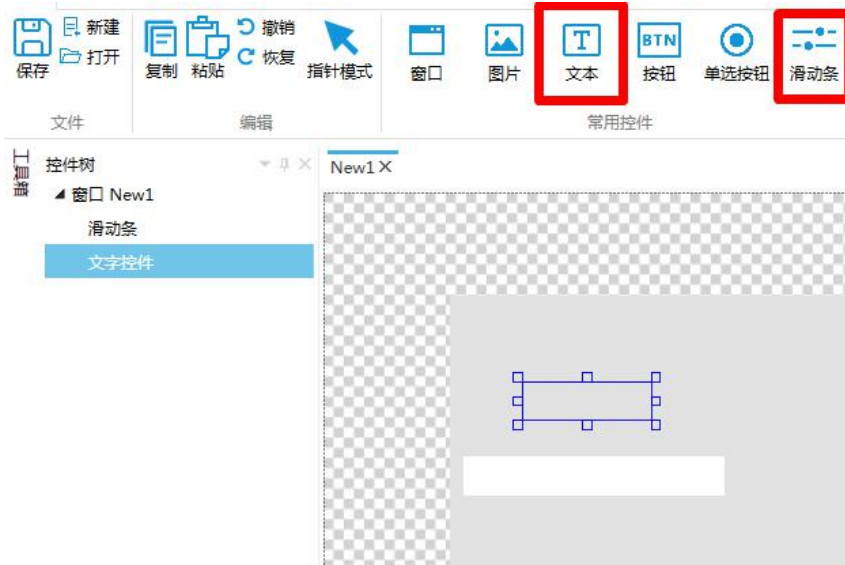

图5.2 添加控件
2、添加一个滑动条和文本控件，滑动条用于控制温度，文本控件用于显示当前设置的温度，如图 5.2 所示。